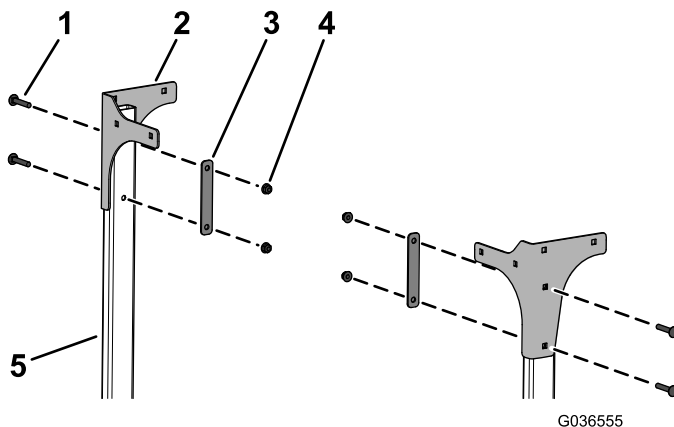

Рисунок 8
7. Установите, не затягивая, левую и правую задние пластины на трубки с помощью 4 каретных болтов (5/16 x 1-3/4 дюйма), двух опорных пластин и 4 фланцевых гаек (5/16 дюйма), как показано на Рисунок 8.